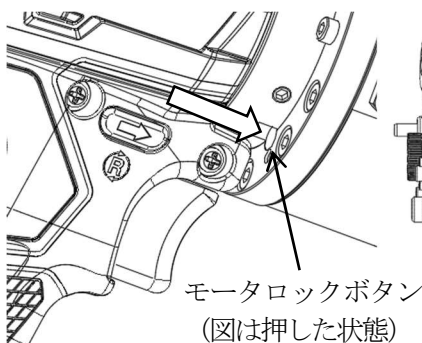
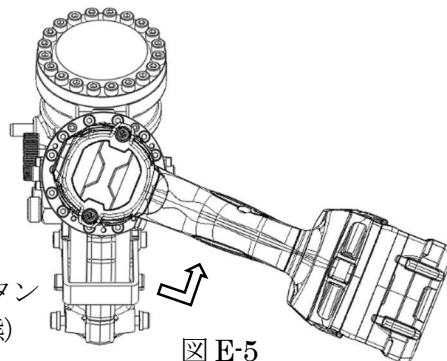

図 E-4
図 E-5
4. 作業内容に応じ、モータ取手部の位置を左又は右約 70° 回転します。右または左のモータロックボタンを指で押してモータを回転させます。（図 E-4、図 E-5）